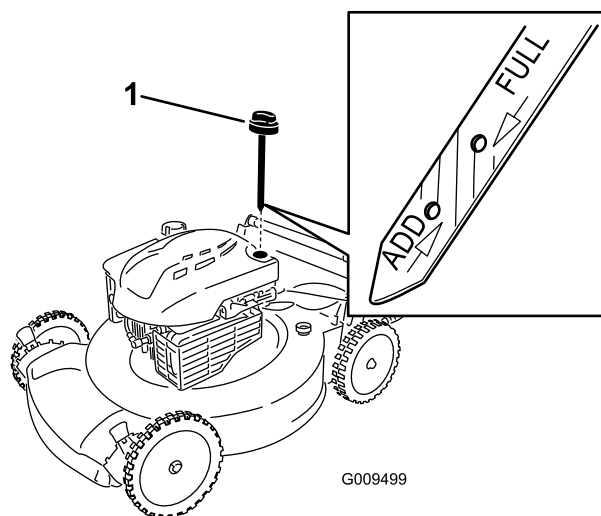

Figure 12
2. Retirez la jauge (Figure 12).
5. Observez le niveau d'huile indiqué par la jauge (Figure 12).
répétez les opérations 3 à 5 jusqu'à ce que le niveau atteigne le repère maximum (Figure 12).